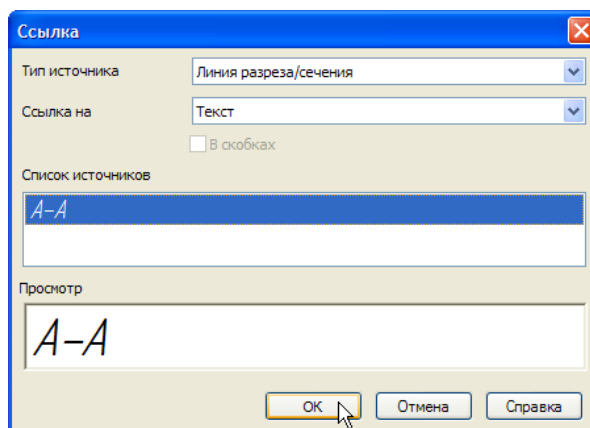

Рисунок 62.
- В Списке источников система предложит единственную линию разреза на чертеже — нажмите кнопку ОК (рис. 62).